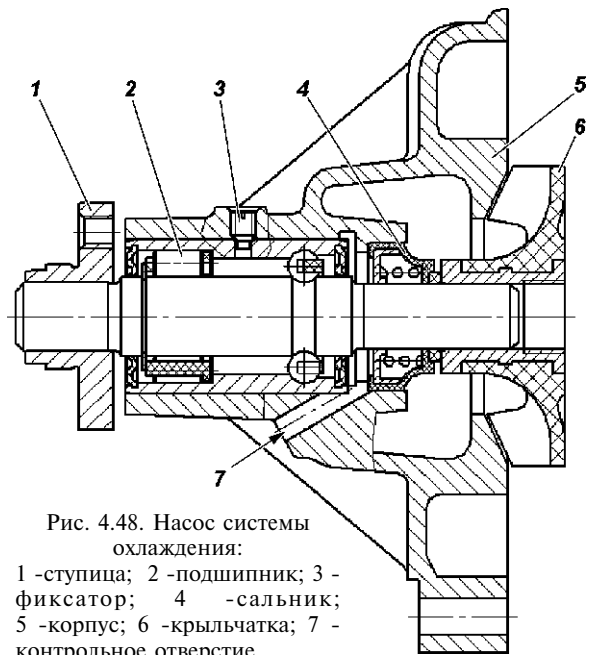
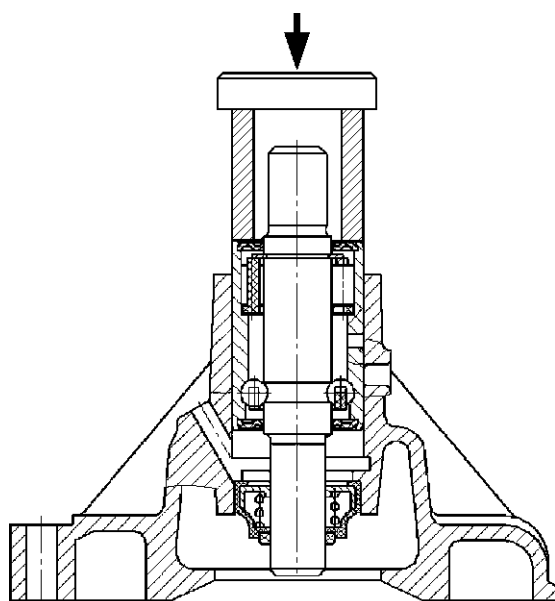

Рис. 4.48. Насос системы охлаждения:
Рис. 4.53. Запрессовка подшипника с валиком в корпус насоса системы охлаждения
Возможными неисправностями насоса могут быть: течь жидкости из контрольного отверстия 7 (рис. 4.48) в результате износа кольца скольжения сальника или уменьшения усилия пружины сальника, износа подшипника 2, раковин и трещин на рабочем торце втулки крыльчатки 6.
- выверните фиксатор 3 (см. рис. 4.48);
- с помощью оправки (рис. 4.53) запрессуйте подшипник в корпус насоса так, чтобы гнездо под фиксатор совпало с отверстием в корпусе. Заверните и закерните фиксатор 3 (см. рис. 4.48);